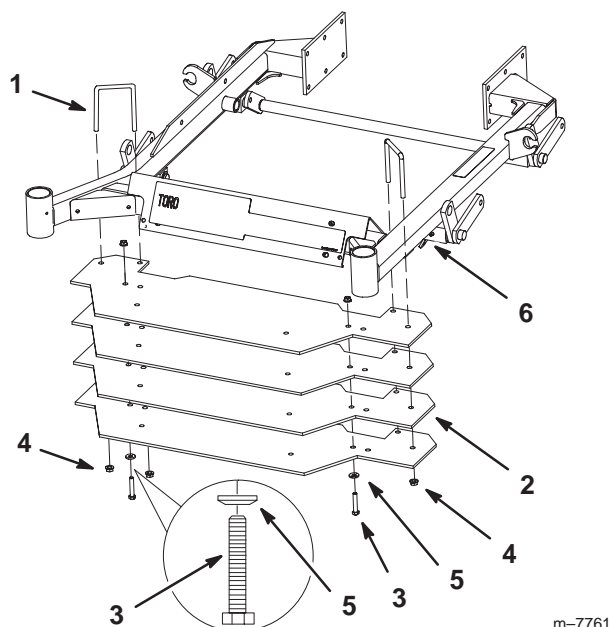

Figure 16
1. Montez l'étrier fileté sur le châssis près de la cave à pieds comme illustré à la Figure 16.
2. Montez les masses sous le châssis en les traversant avec les étriers filetés. Fixez les masses sur les étriers filetés à l'aide de 4 contre-écrous (Fig. 16).